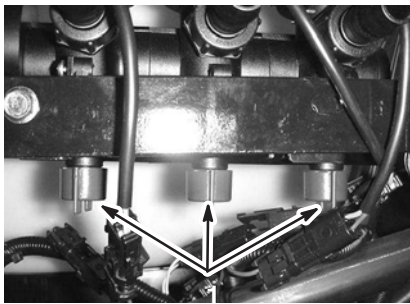

Bild 28
12. Verstellen Sie das Sicherheitsventil des Spritzgestänges (Bild 28) unter dem Spritzgestängereguliertventil für das abgestellte Spritzgestänge so lange, bis der auf dem Manometer angezeigte Druckwert dem in Schritt 9 angezeigtem Wert entspricht.